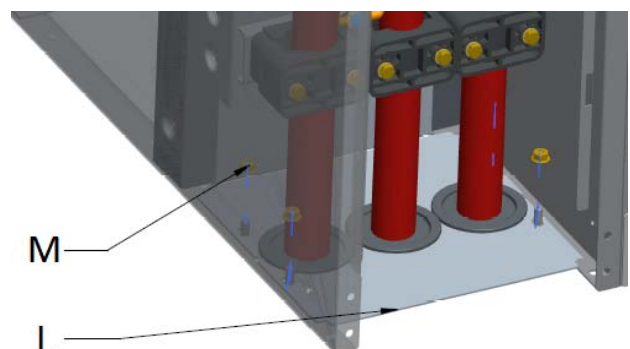

Figure 28: Remettre les tôles de fond
- Fixer la première tôle de fond (Figure 28 L) de façon à ce que les caoutchoucs soient fixés par les tôles de fond. Dévisser les deux tôles de fond avec 4 écrous autoverrouillants à six pans (Figure 28 M).